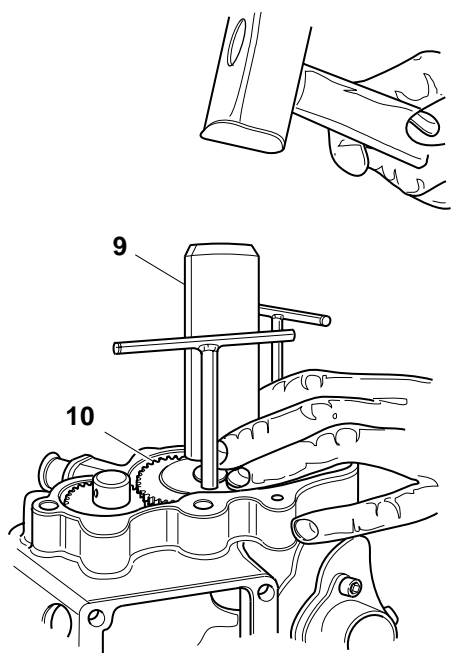

Fig. 58
5. Servendosi di un tubo "9" (Fig.58) di adeguate dimensioni e di un martello in plastica inserire l'ingranaggio "10" (Fig.58) sino in battuta sulla testa.
5. To install gear "10" (Fig.58), at in beating on head, using of a tube "9" (Fig.58) of adequate dimensions and of a hammer in plastic .
5. Durch ein Rohr "9" (Abb.58) von geeigneten Abmessungen und durch einen Plastikhammer Zahnrad "10" (Abb.58) so einsetzen, bis das Zahnrad gegen den Kopf ist.
5. Au moyen du tuyau "9" (fig.58) et d'un marteau en plastique insérer l'engrenage "10" (fig.58) jusqu'à la butée sur la tête.